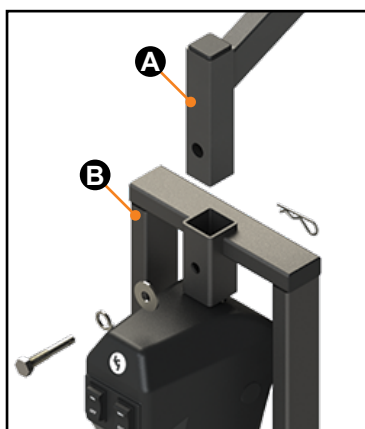

Fig.4
2. Installer un vélo sur le porte-vélos du côté de la caravane de sorte que le dessus de chaque roue soit supporté par une bride de fixation (Fig.4).